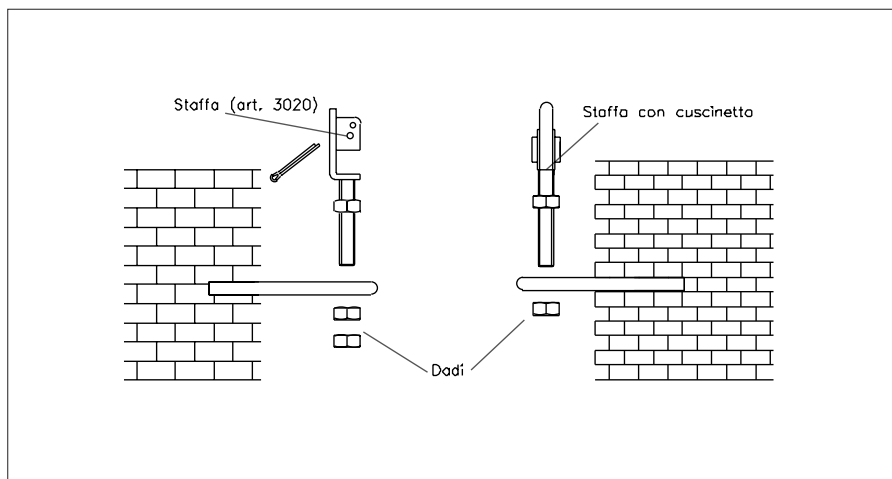

Fig. 3.1
- Posizionare la staffa at. 3020 (5) in una delle due zanche murate e fissare con gli appositi dadi.
- Posizionare la staffa con cuscinetto (7) nell'altra zanca murata in maniera analoga, vedi fig. 3.1.